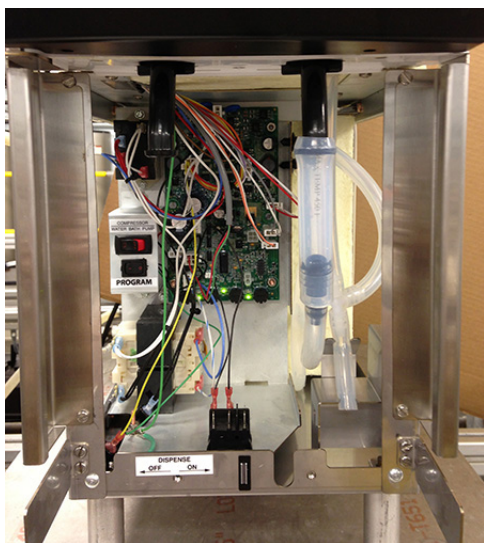

FIG 5 Conexión de llenado inicial - JDF-2S
3. Jale el tubo de llenado para extraerlo del distribuidor, retire el tapón y conéctelo a la tobera de distribución (Fig 5).